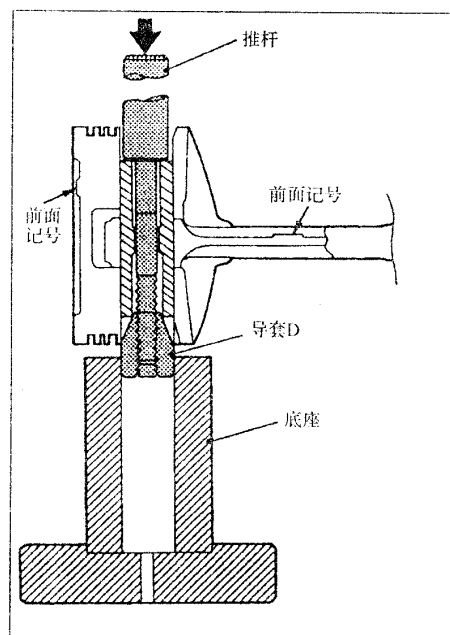

图 3-43
(2) 活塞销的拆卸
- 如图 3-43，从前面箭头记号侧插入推杆（专用工具），然后装导套D。